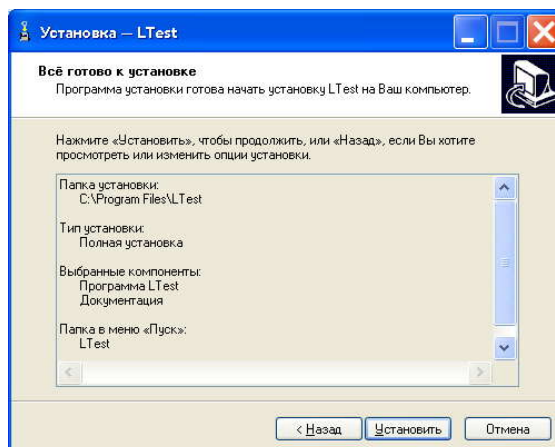
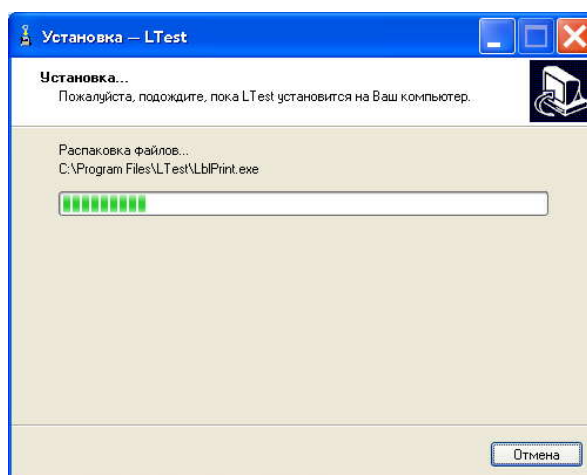

Рисунок 8 - Выбранные параметры установки
Рисунок 9 - Установка "LTest"
6. В появившемся окне (рисунок 8) будет приведен список с выбранными на предыдущих этапах настройками. Для внесения изменений в настройки следует щелкнуть левой клавишей мыши по кнопке **Назад** и вернуться к нужному этапу. Для продолжения установки следует нажать кнопку **Установить**. После чего появится окно, отображающее ход установки (рисунок 9). В конце установки появится окно, сообщающее об успешной установке программы “LTest”. В этом окне необходимо щелкнуть левой клавишей мыши по кнопке **Завершить** для завершения установки.